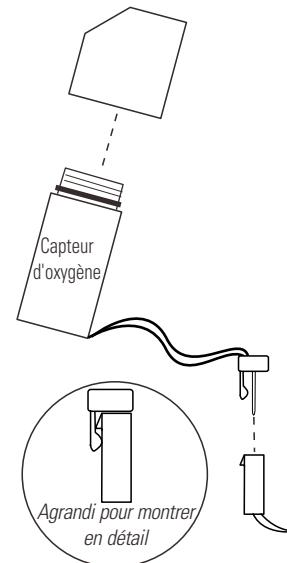

Figure 6-14. Détail
4. Soulevez légèrement la patte fixant la connexion de la borne du capteur. Veillez à ne pas briser la patte. Reportez-vous à l agrandissement sur la Figure 6-14.